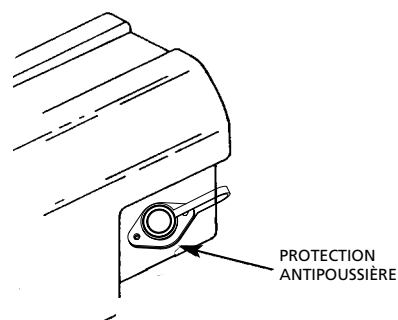

Figure 13
Soulevez le levier d'embrayage en position "Libre" de la manière indiquée à la Figure 13. S'il y a une charge sur le câble, il est possible qu'il soit difficile de déplacer le levier d'embrayage. NE FORCEZ PAS LE LEVIER D'EMBRAYAGE. Relâchez la tension du câble en le remuant un peu et essayez ensuite de désembrayer l'embrayage. Sortez du câble en tirant et attachez-le à l'ancre ou à la charge. Vérifiez qu'il reste un minimum de cinq (5) tours de câble sur le tambour. Engagez à nouveau le tambour en remettant le levier d'embrayage en position "engagée" (Fig. 14).